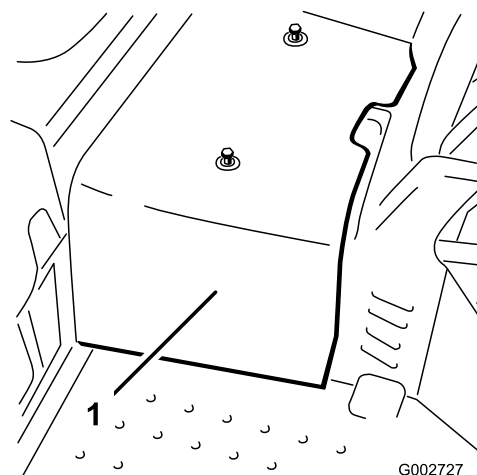

Figura 36
2. Afloje los 2 tornillos que fijan la cubierta central a la máquina y retire la cubierta (Figura 36).